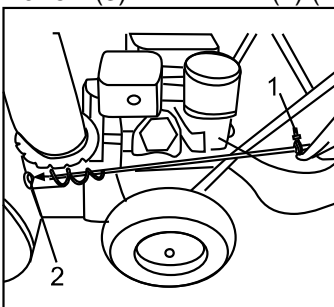
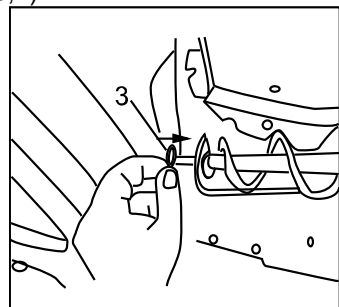

Рис.5
Рис.6
3. Установка регулировочного рычага разгрузочного желоба. Вставить рычаг в отверстие держателя (2) (Рис.5) и закрепить с помощью шайбы (3) и шпильки (4) (Рис.6,7).